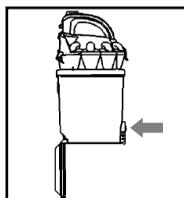

Fig. 5
- Pour vider le réservoir, appuyez sur le clip d'ouverture (M) du couvercle du réservoir (Fig. 5) et celui-ci s'ouvrira. Prenez soin de placer le récipient sur la poubelle ou un sac avant d'ouvrir le couvercle.